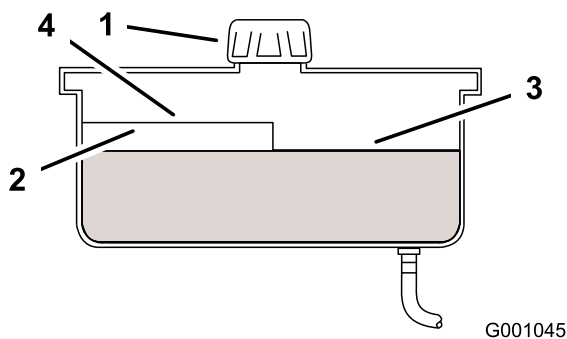

Figura 65
2. Limpie alrededor del cuello de llenado del depósito de aceite hidráulico (Figura 65).
3. Retire el tapón del cuello de llenado. Mire dentro para ver si hay aceite en el depósito (Figura 65).
- Nota:** El nivel de aceite debe llegar a la parte superior del nivel caliente del tabique cuando el aceite está caliente (Figura 65).